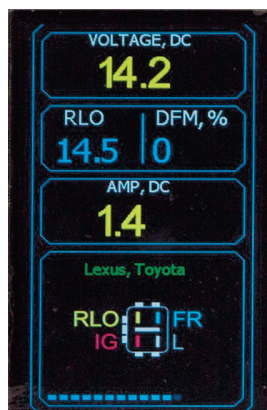

Рис. 15. MS004COM
- **«RLO»:** индикатор устанавливаемого напряжения стабилизации реле-регулятора генератора (только для реле-регуляторов с терминалом «RLO») **(Рис. 15).**